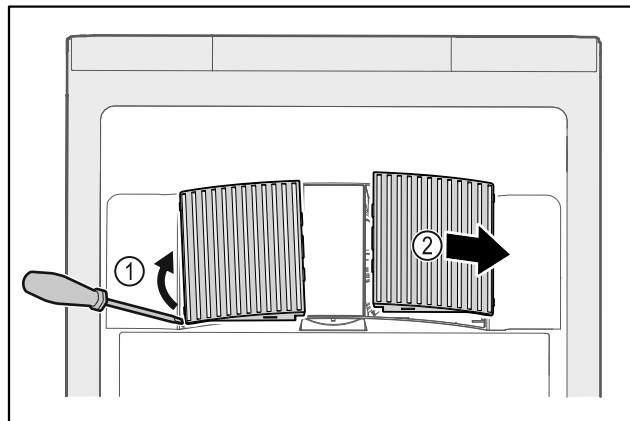

Fig. 34
- ▶ Oprezno podignite ventilatorske pokrove sa strane Fig. 34 (1) i skinite ih prema naprijed Fig. 34 (2).